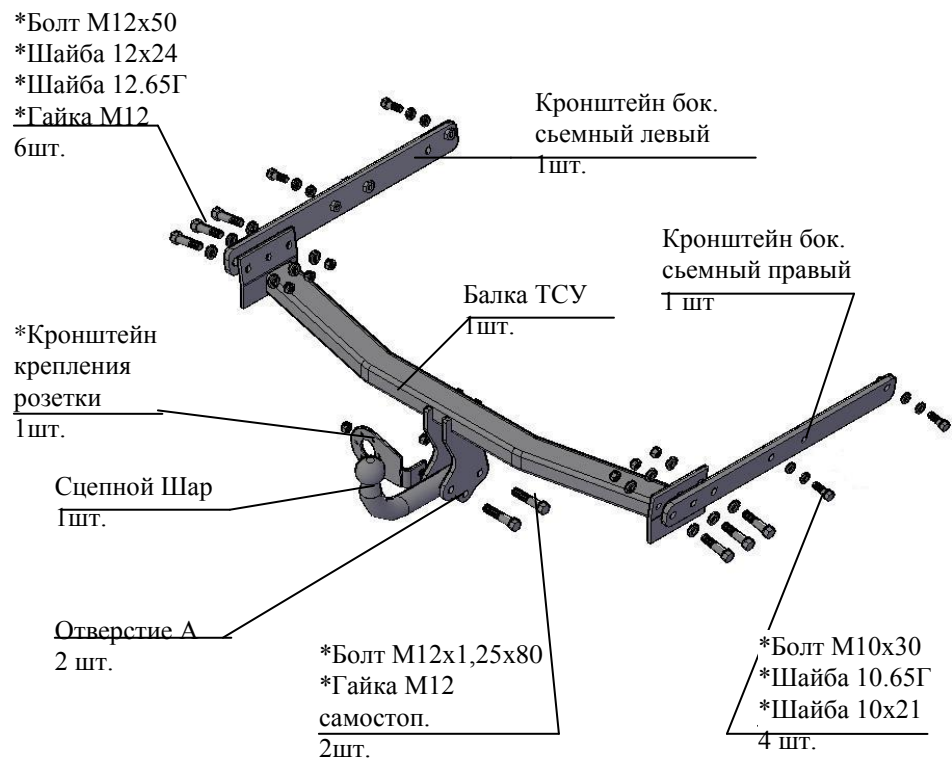

Рис.1 Тягово-сцепное устройство 6041
2.1 ТСУ 6041 в сборе (рис.1)	1 шт.
2.2 Пакет с комплектующими (см. рис.1)	1 шт.
соответствии с рис.1). Крепеж не затягивать. Шайбы 10.65Г и шайбы 10x21 поставить под головки болтов.
4.4 Установить балку ТСУ между боковыми кронштейнами и закрепить болтами M12x50 (в соответствии с рис.1). Шайбы 12x24 поставить под головки болтов.
4.6 Закрепить сцепной шар и кронштейн крепления розетки к кронштейнам шара болтами M12x80 (в соответствии с рис.1).